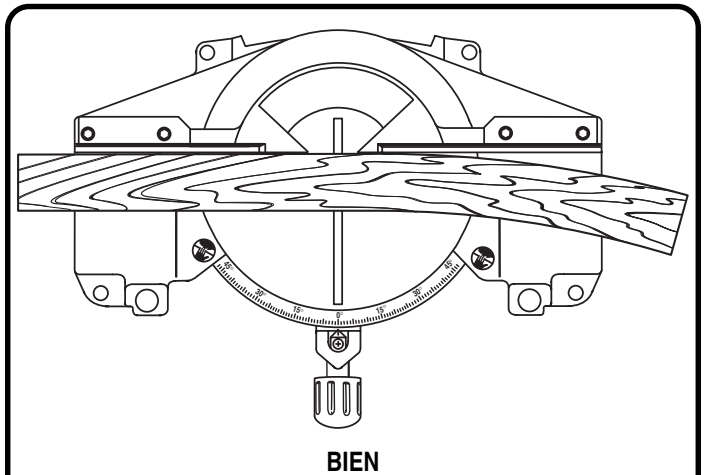

Fig. 24
- Placez la pièce à plat sur la table d'onglet, l'un des rebords bien placé contre le guide. Si la pièce est gauchie, placez le côté convexe contre le guide. Si le bord concave de la pièce se trouve contre le guide, la pièce pourrait s'affaisser à la fin de la coupe et coincer la lame. Voir figures 24 et 25.
Voir figures 24 et 25.
Lors de la coupe d'une pièce gauchie, assurez-vous toujours qu'elle est placée sur la table d'onglet, son côté convexe étant contre le guide, comme l'illustre la figure 24.